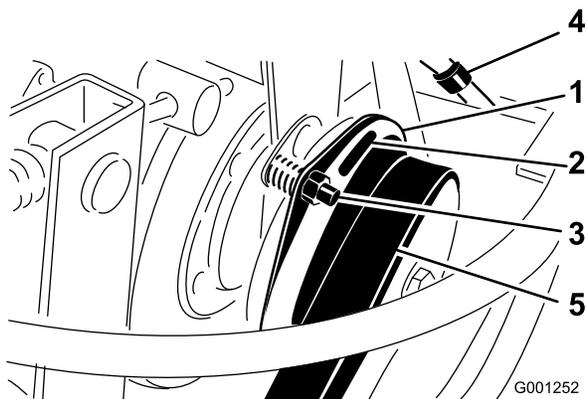

図 66
3. クラッチのライニングと摩擦プレートとの間のギャップを 0.38mm のすきまゲージが通れるように調整する 図 66。
**注** 調整ナットを右に回すと隙間が小さくなる 図 66。整備時の隙間の最大値は 0.76mm である。3 か所すべてでエアギャップ調整を行う。